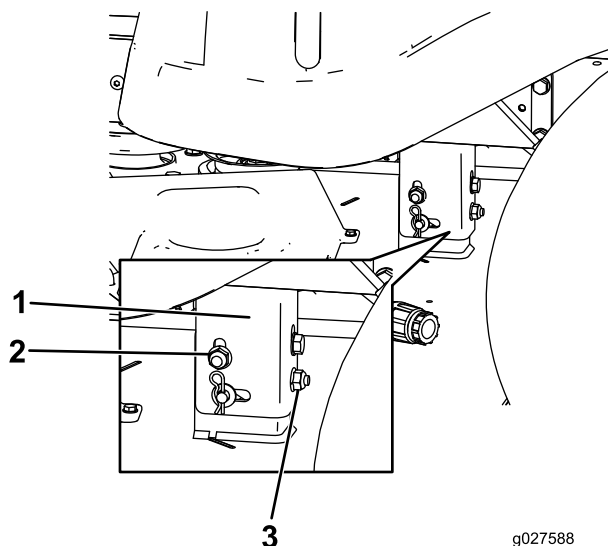

Figure 51
8. Élevez ou abaissez le côté gauche du plateau de coupe en tournant l'écrou arrière (Figure 51).